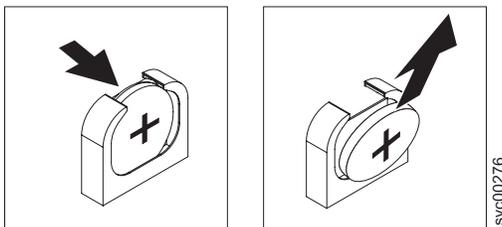

図 130. SAN ボリューム・コントローラー 2145-CG8 または 2145-CF8 CMOS バッテリー・ホルダー
8. 図 130 に示すように、CMOS バッテリーを取り外します。